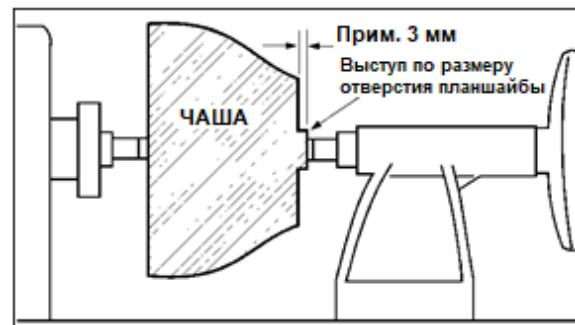

Рис. 10-10
8. Выточите короткий выступ (длиной примерно 3 мм) по размеру отверстия планшайбы. См. Рис. 10-10. Это позволит отцентрировать заготовку на планшайбе.